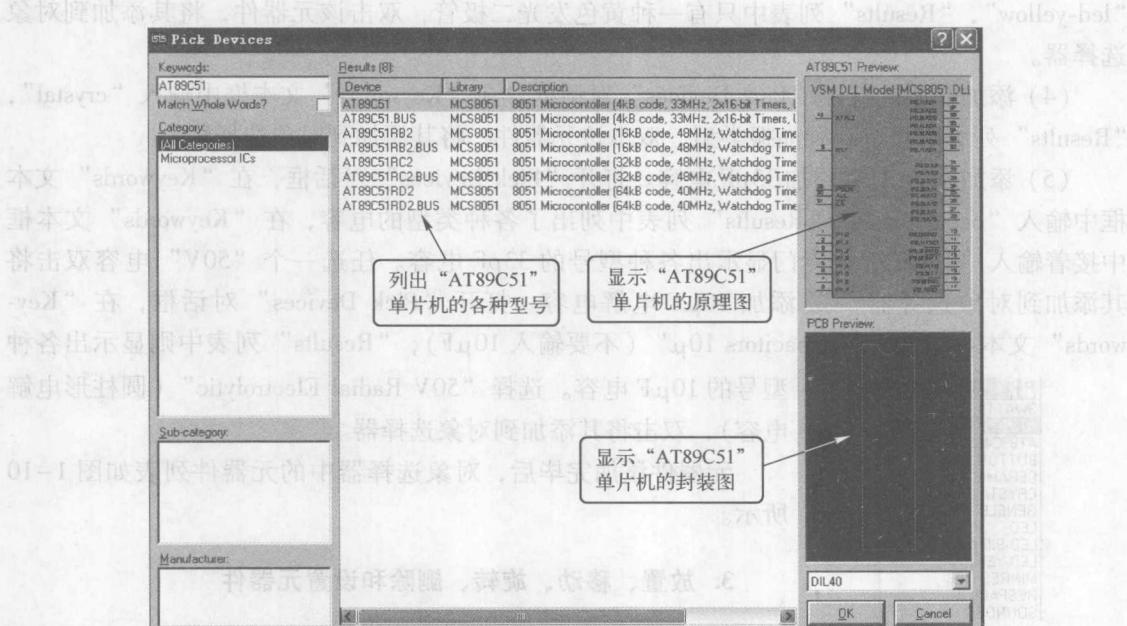

图 1-8 添加单片机
(1) 添加单片机。打开“Pick Devices”对话框，在“Keywords”(关键字)文本框中输入“AT89C51”，然后从“Results”列表中选择所需要的型号。此时在元器件预览窗口中分别显示出元器件的原理图和封装图，如图 1-8 所示。单击“OK”按钮，或者直接双击“Results”列表中的“例程/AT89C51”，均可将元器件添加到对象选择器。